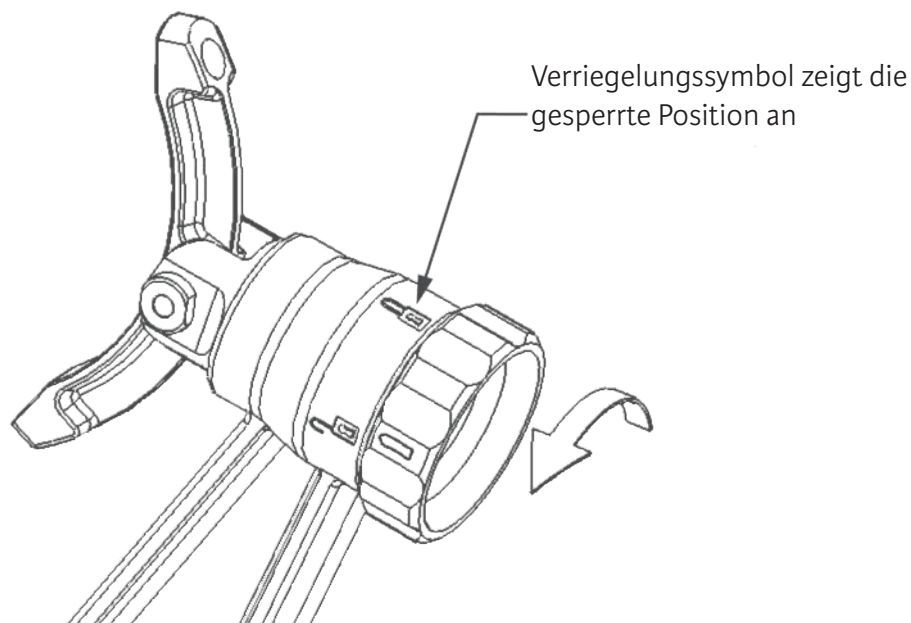

Abbildung 4 Entsperren des Indexarretierknopfs
1. Den Indexarretierknopf entsperren, so dass die Schwinge frei um 360 Grad drehbar ist. Der Indexarretierknopf wird entsperrt, indem er gedreht wird, bis der Indikator mit dem Entriegelungssymbol ausgerichtet ist; siehe Abbildung 4.
7. Sobald Kraft auf die Klemme ausgeübt und der Patient für den Eingriff positioniert worden ist, den Indexarretierknopf, wie in Abbildung 4 gezeigt, in die gesperrte Position drehen.